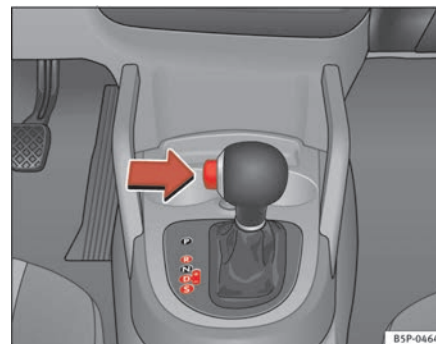

Fig. 144 Conducción
- Presione el pulsador del pomo (situado en la parte izquierda del mismo) ⇒ fig. 144.